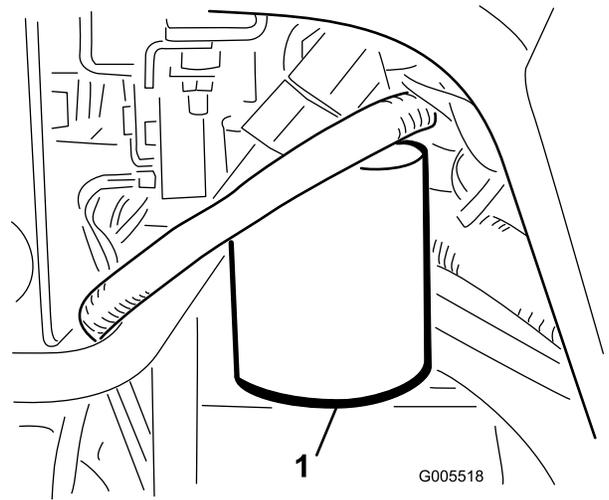

図 57
1. フィルタ容器の周辺をウェスできれいにぬぐう **図 57**。フィルタの下に廃油受けを置いてフィルタを外す。